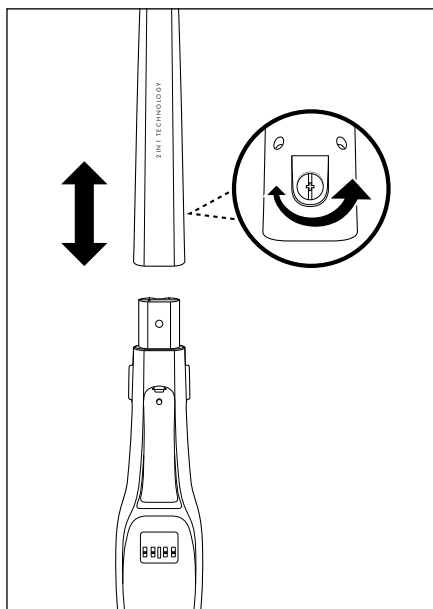

Fig. 1
- 2) Coloque la columna **10** sobre el soporte de la columna del aparato. Desplace la columna **10** totalmente por el soporte de la columna hasta que quede bien fijada en el aparato (fig. 1).
- 3) Vuelva a colocar el tornillo **11** en el orificio de la columna **10**. Apriete bien el tornillo **11** con un destornillador en sentido horario (fig. 1).